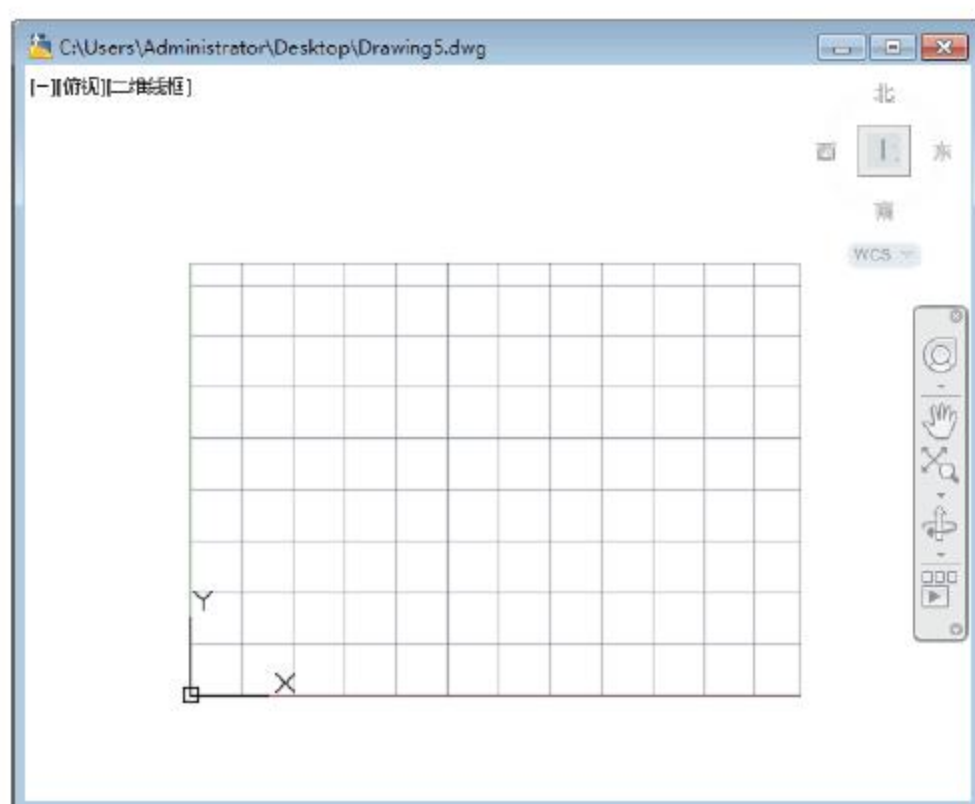

图2-53 图形界限范围
**03** 关闭对话框，双击鼠标中键，缩放视图，即可在图形窗口中查看设置的图形界限范围，如图2-53所示。